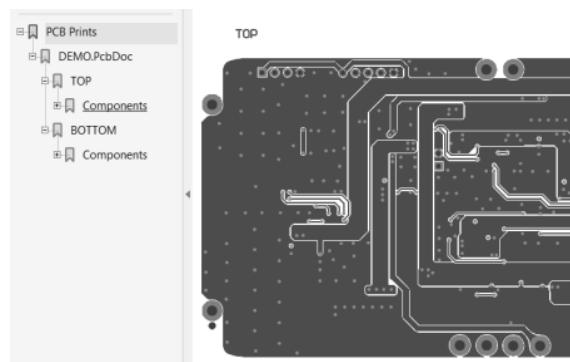

图 11-36 多层线路的 PDF 文件输出效果图
(3) 设置输出颜色，选择“颜色”(彩色)，单击“Finish”按钮，完成多层线路的 PDF 文件输出，其效果图如图 11-36 所示。